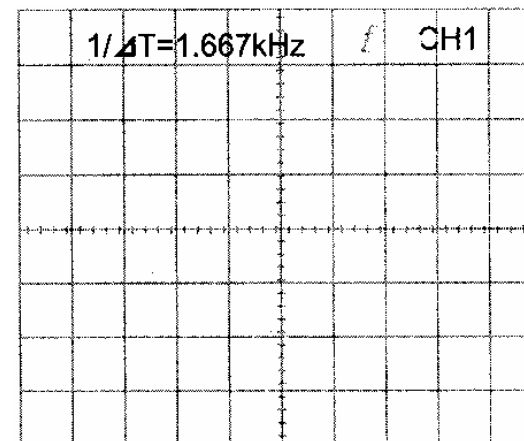

Рисунок 5-4
5.2.1.2. Измерение ΔT (см. рис. 5-4)